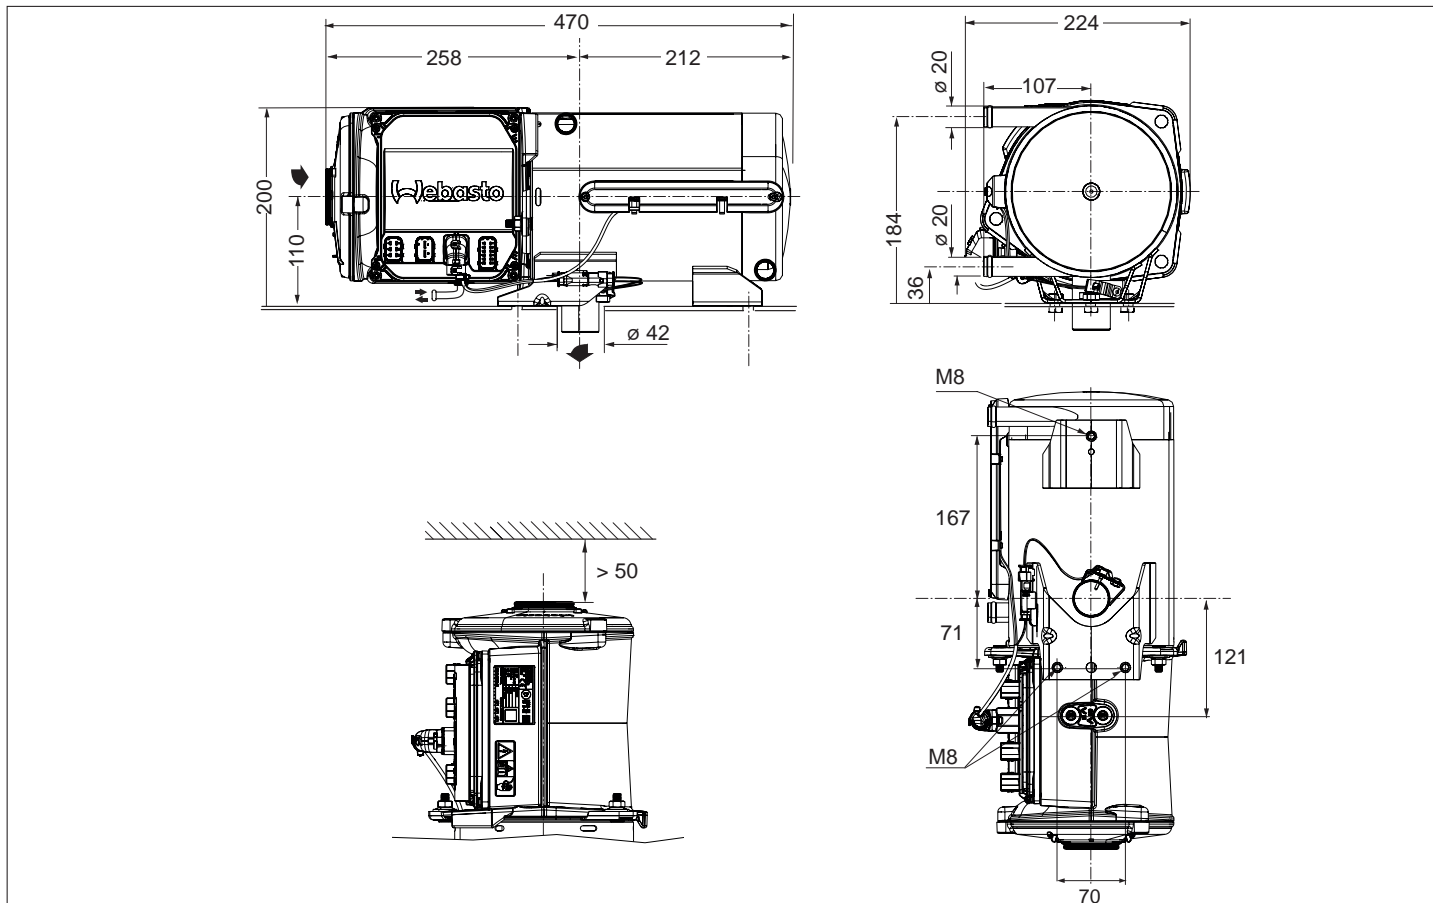

Bild 04: Mått, minsta avstånd (i mm)
- ▶ Beakta den obligatoriska konstruktionsramen, se Bild 04.